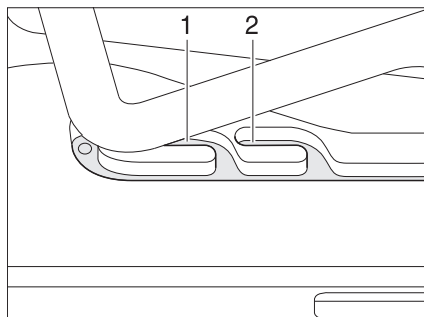
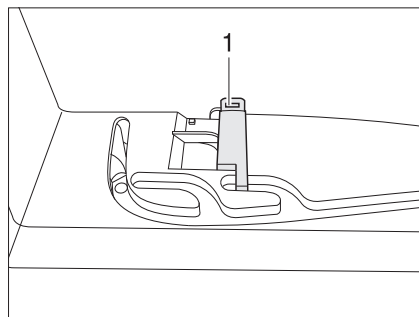

Fig. 47 Claraboya Heki en posición de ventilación
Fig. 48 Bloqueo de la posición de ventilación
La claraboya Heki se puede colocar en dos posiciones de ventilación: Posición de mal tiempo (Fig. 47,1) y posición mediana (Fig. 47,2). Según el modelo, la claraboya podrá ser bloqueada en la posición mediana con el pestillo (Fig. 48,1).
- Presionar el estribo ligeramente hacia arriba y empujarlo en la guía seleccionada (Fig. 47,1 ó 2) y, si fuera necesario, bloquearlo.